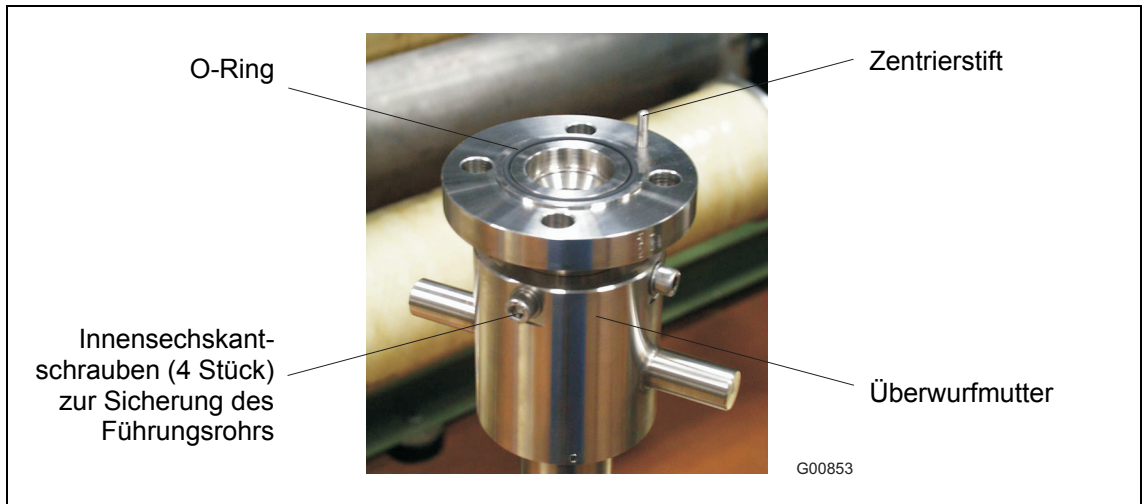

Abb. 13
- O-Ring (55 mm x 3 mm [2,16 x 0,12 inch]) in vorgesehene Nut einlegen (Abb. 13). O-Ring-Dichtung und Schrauben sind im Lieferumfang enthalten.
- Zur Demontage des Führungsrohrs die 4 Innensechskantschrauben der Überwurfmutter (Abb. 13) lösen und das Führungsrohr herausziehen. Wenn nötig, Teile reinigen.